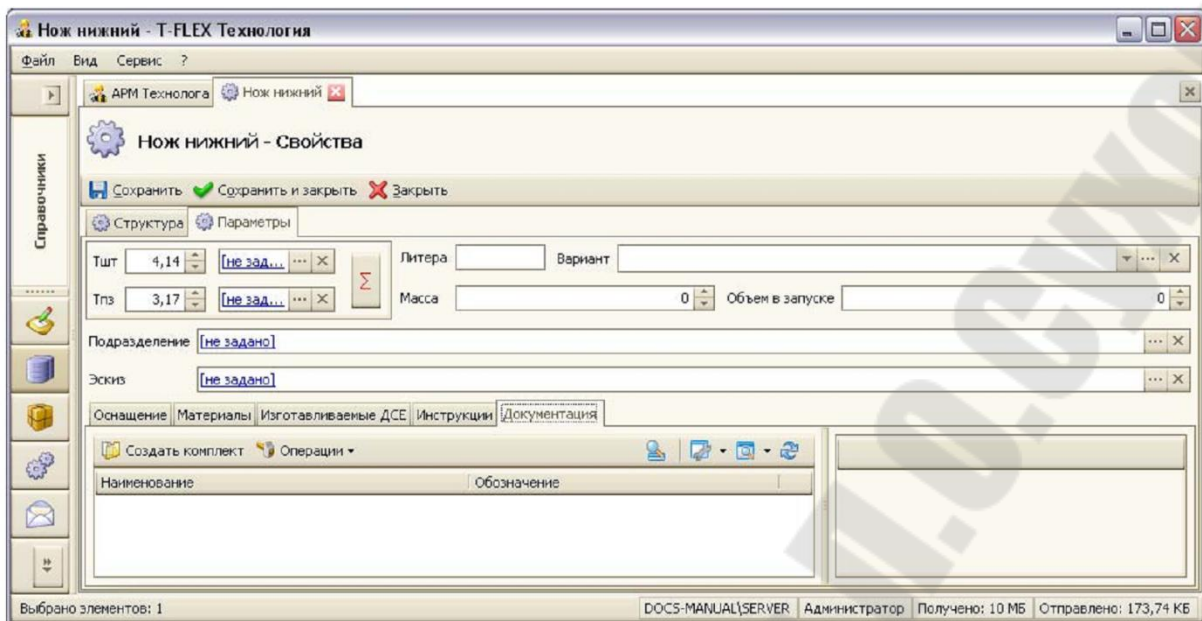

Рис. 83 Создание комплекта технологической документации из окна свойств технологического процесса
2. Перейти на закладку «Параметры», а затем «Документация», как показано на Рис. 83, и нажать на кнопку Создать комплект.